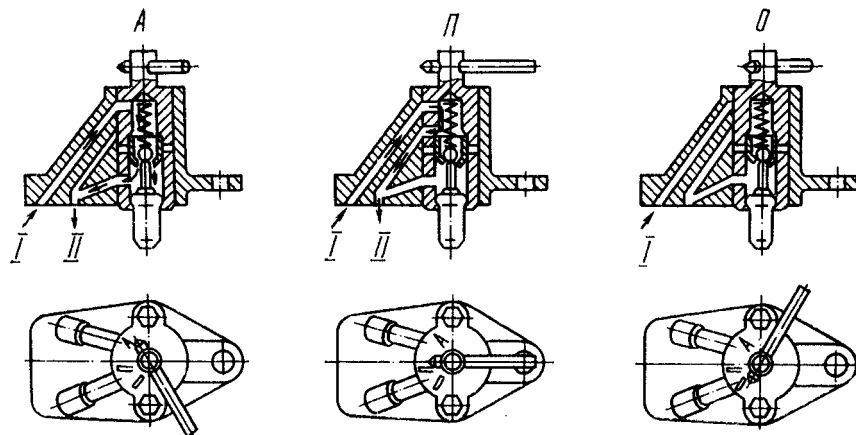

Рис. 60. Положения выключателя гидромфты привода вентилятора: I - подача масла из системы смазывания двигателя; II - в гидромфту
- *автоматический* — рычаг установлен в положение А (рис. 60).
- *вентилятор отключен* — рычаг установлен в положение О (см. рис. 60), масло в гидромфту не подается, при этом крыльчатка может вращаться с небольшой частотой, увлекаясь трением в подшипниках и уплотнениях гидромфты и набегающим на вентилятор потоком воздуха при движении автомобиля.